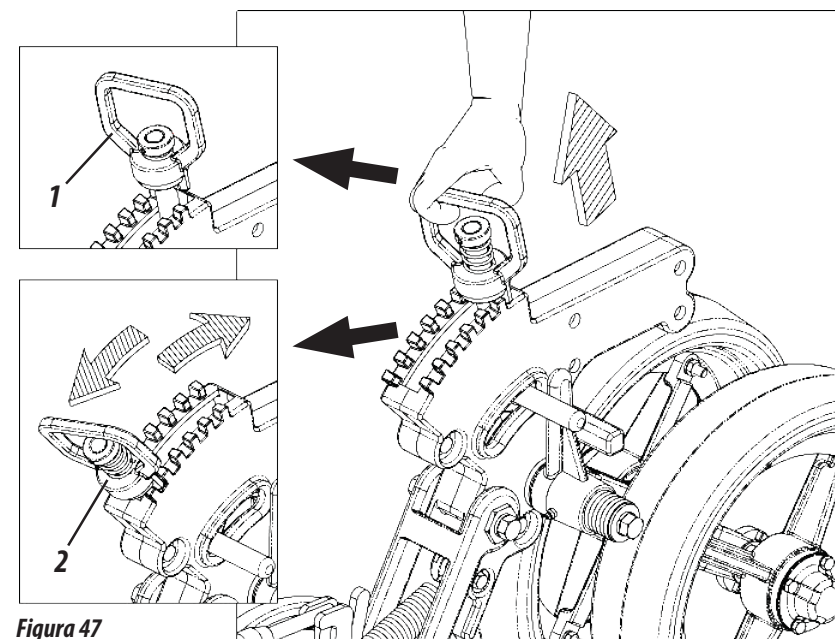

Figura 47
## REGULADO DE LA RUEDA DE PROFUNDIDAD OSCILANTE (FIGURA 47)
- 1- Saque la alza (1) hacia arriba, desplace el regulador (2) hasta el punto deseado, ajustando la rueda de profundidad (3), después baje la alza (1) trabando el regulador (2), **conforme muestra la figura 47.**